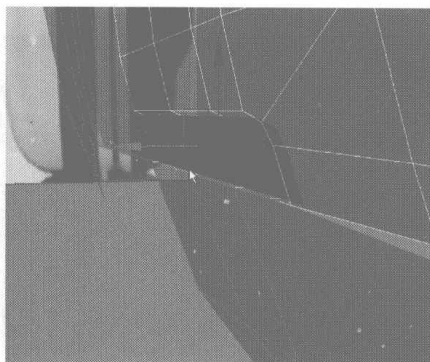
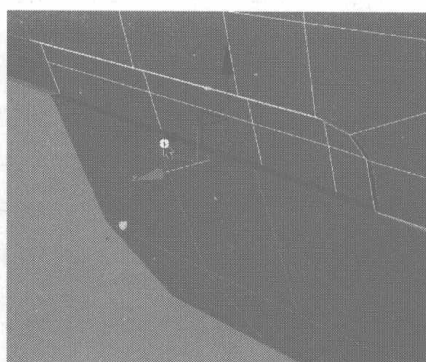

图 4.298
图 4.299
- 06** 在 Perspective 视图中沿 Y 轴向外移动面来调整其厚度，如图 4.298 所示，再按 Delete 键将如图 4.299 所示的面删除。